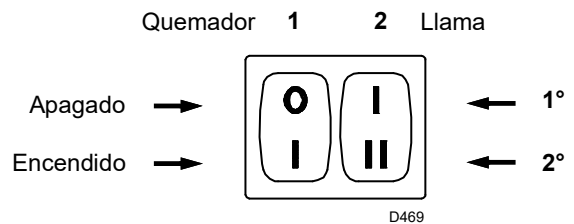

Fig. 18
- Poner en marcha el quemador cerrando los termostatos y con el interruptor 1)(Fig. 18) en la posición "ENCENDIDO". La bomba debe girar en el sentido de la flecha que hay marcada en la tapa.
- Cuando el gasóleo sale por el tornillo 4) o 8), es indicación de que la bomba está cebada. Parar el quemador: interruptor 1)(Fig. 18) en posición de "APAGADO" y enroscar el tornillo 4) o 8).